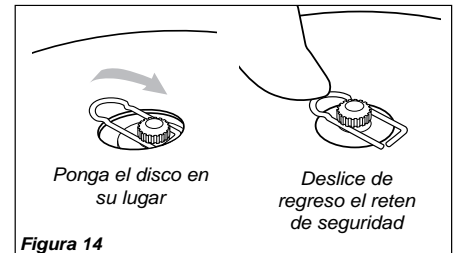

Figura 14
3. Encaje la cuchilla sobre el reten de seguridad y luego centrela sobre el borde del Soporte A. Consulte la figura 14.
4. Asegure el disco en su lugar centrando el reten de seguridad en el eje de salida. Consulte la figura 14.